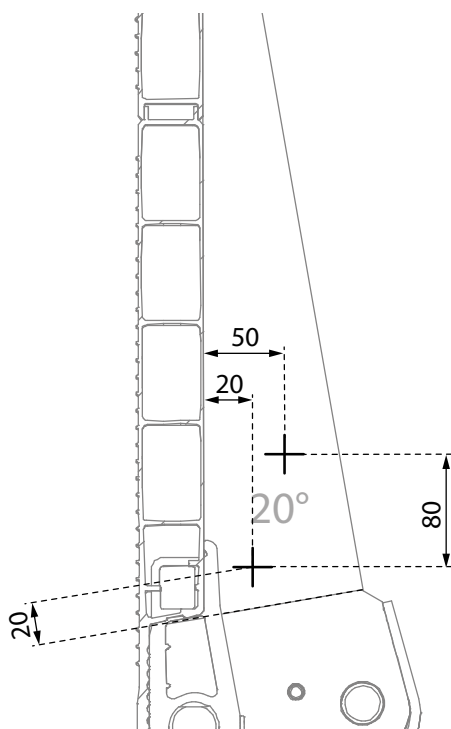

Bild 4. Mått för montering av vinkelgivare i hålbild 20°
1. Montera och skruva fast vinkelgivaren med de medlevererade skruvarna. Om hålen är förborrade, kontrollera att måtten stämmer, se Bild 4. På brygga utan förborrade hål:
- **AVI:** Mät och märk ut hålen, se Bild 4. Skruva fast givaren med medföljande gängpressande skruv M6x24.
- **PLM:** Mät och märk ut hålen, se Bild 4. Borra hål Ø 6 mm. Skruva fast givaren med medföljande skruv M6x20 och tillhörande låsmutter.